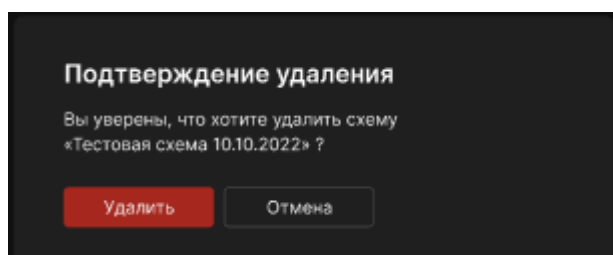

Рисунок 5.69 Диалоговое окно «Подтверждение удаления схемы»
4. В появившемся диалоговом окне «Подтверждение удаления схемы» (Рисунок 5.69) подтвердить действие, нажав на кнопку «Удалить».